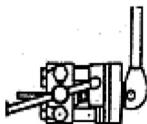

Fig. 4
- D. Seleccionar o punção de acordo com a **tabela**. Algumas junções prevêem duas operações de escarear. Executar a primeira operação fazendo o punção deslizar na ferramenta até alinhá-lo com a matriz. (Fig. 4)